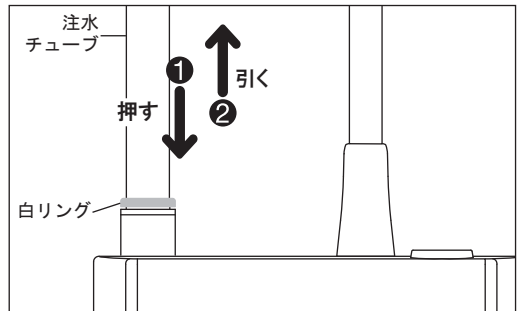

図2
- 2) 注水チューブは白リングを押しながら引き抜いてください。(図2)